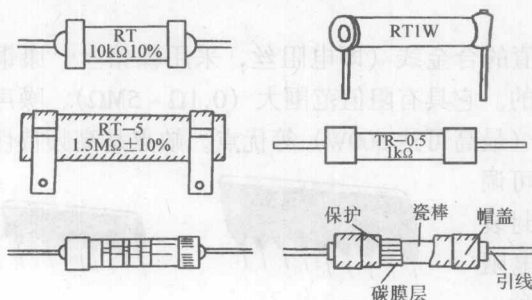

图 1-5 碳膜电阻器的外形
1. 碳膜电阻器 碳膜电阻器是采用碳膜作为导电层，属于膜式电阻器的一种。它是将通过真空高温热分解出的结晶碳沉积在柱形或管形陶瓷骨架上制成的。改变碳膜的厚度和使用刻槽的方法，可以变更碳膜的长度，得到不同的阻值。碳膜电阻器的外形如图 1-5 所示。